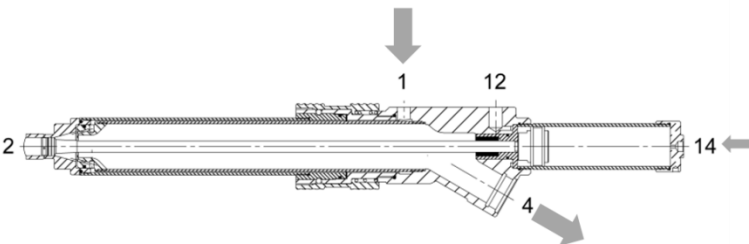

Abbildung 5
- **Material zurückblasen**(→Abbildung 5).